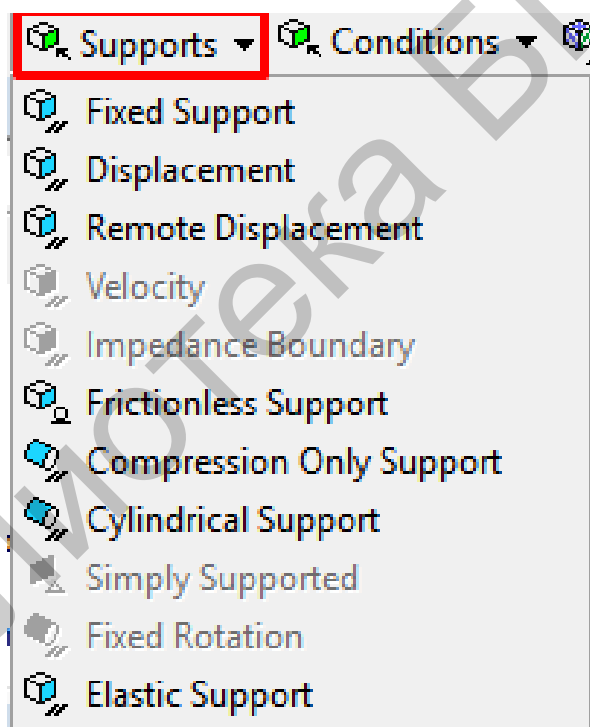

Рисунок 2.46 – Граничные условия
- *Constraint Equation* – ограничение, определяемое уравнением (рисунок 2.46).